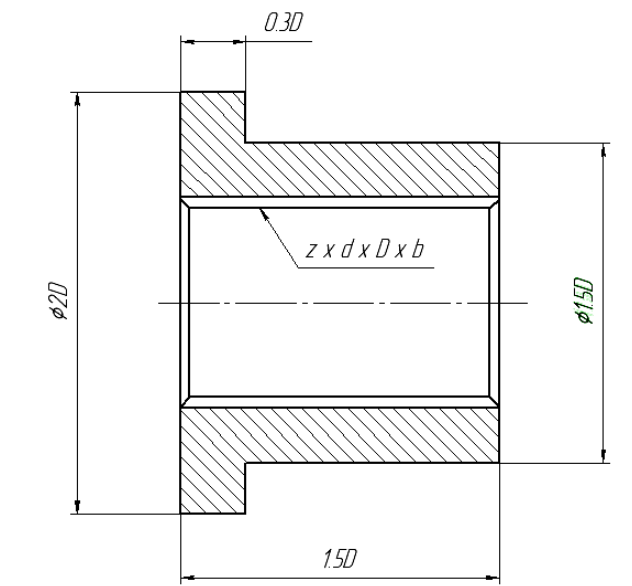
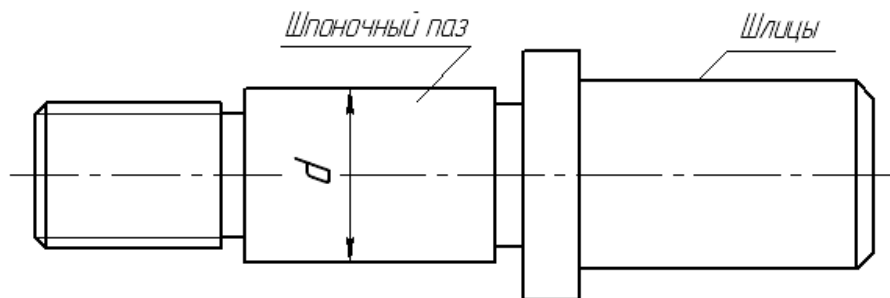

Рис. 10. Втулка шлицевая (D – наружный диаметр шлицов).
Рис. 11. Условный вал исполнения 1
3. Задать размеры втулки (рис. 10) и условного вала (рис. 11,12), на основании размеров зубчатого колеса, параметров шпонки и шлицов, данных в табл. 1 – 5.